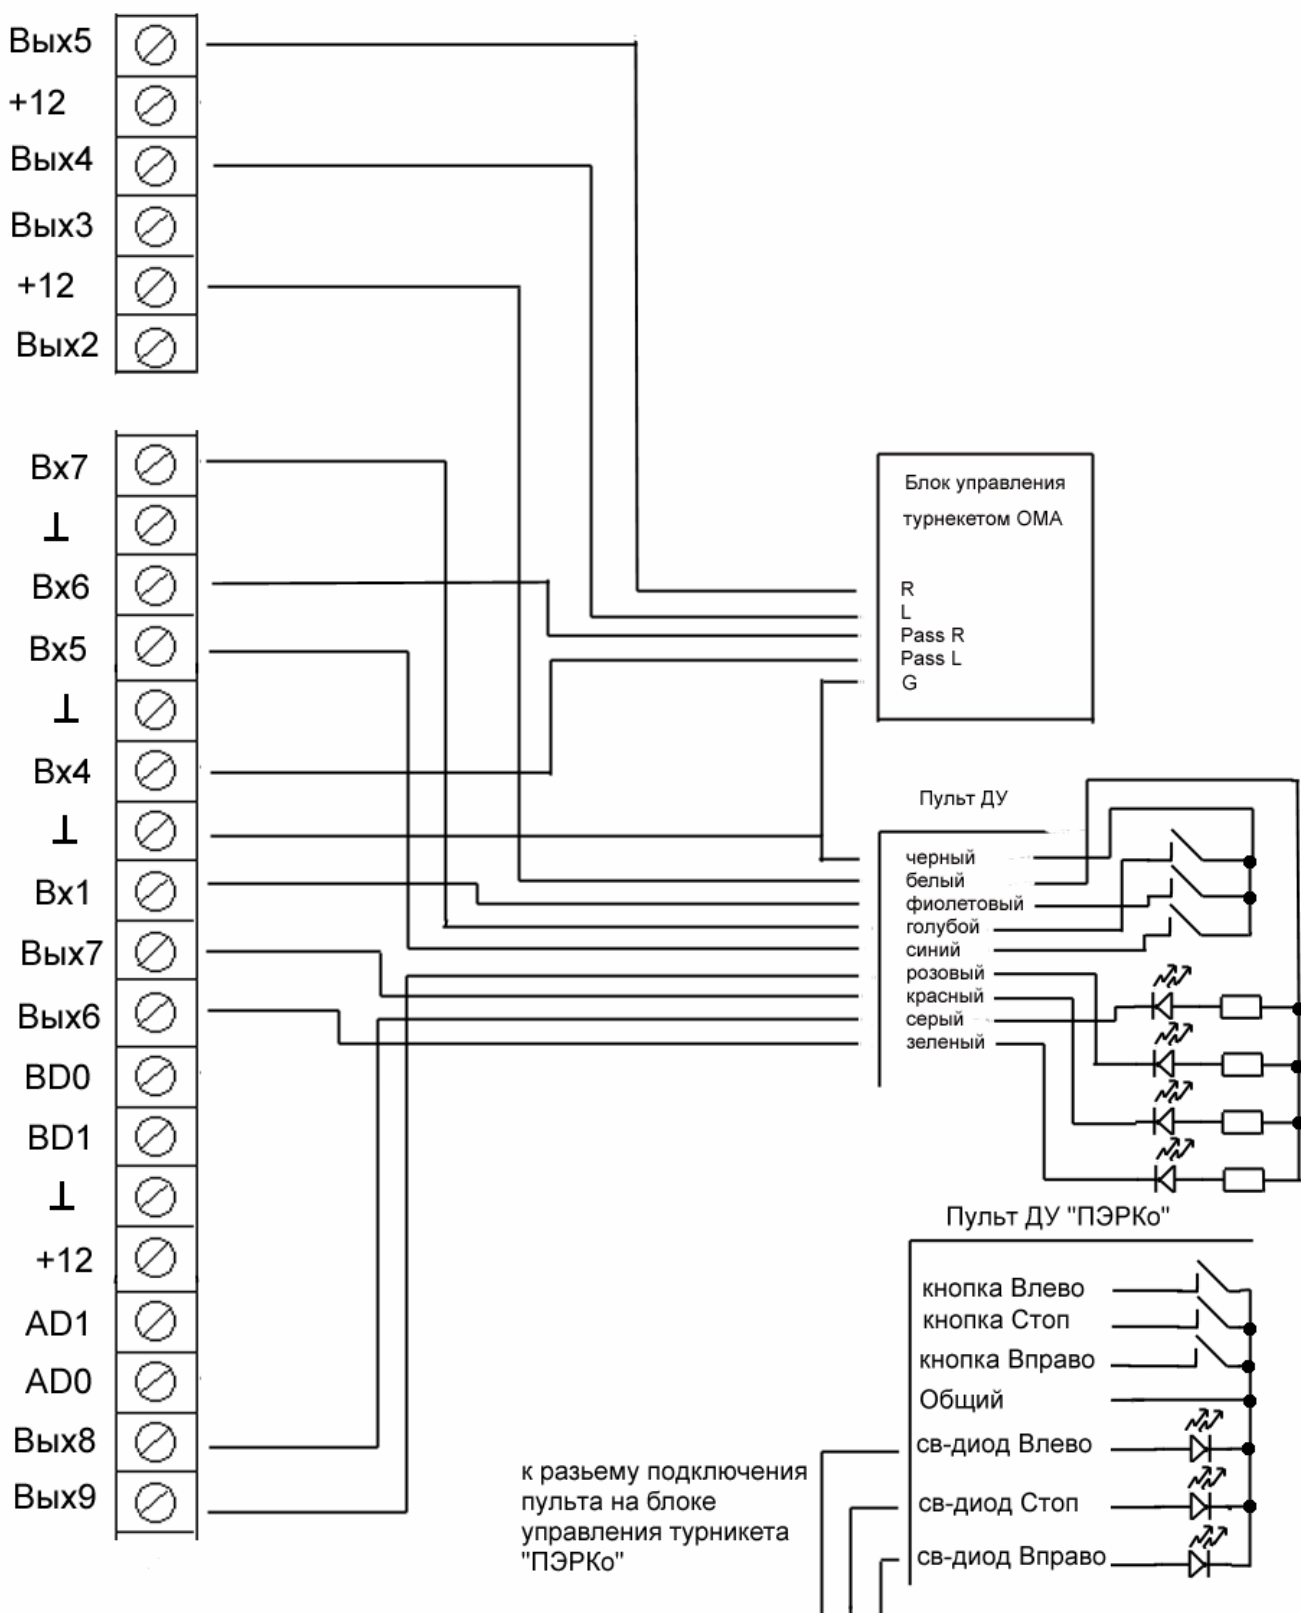
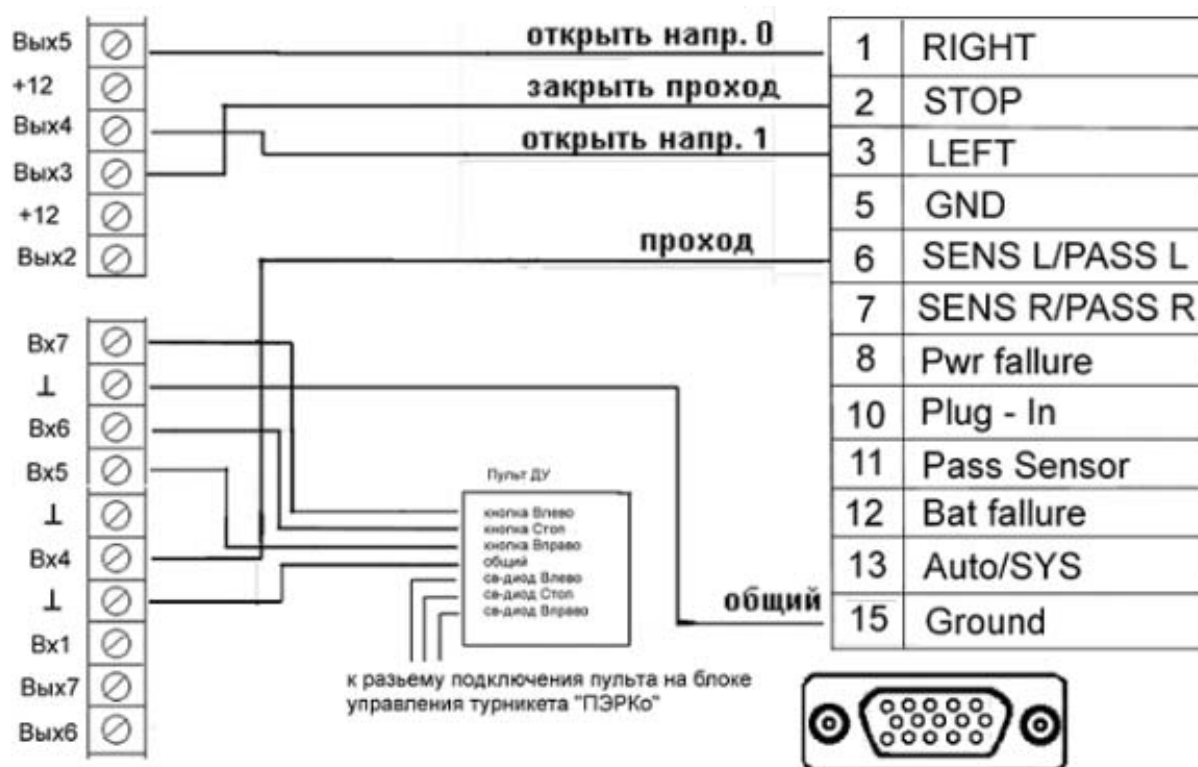

Рис.5 Подключение турникетов фирмы «ОМА» и турникета-трипода ПЭРКо TTR 04.1 к контроллеру
Рис.6 Подключение турникета фирмы ПЭРКо к контроллеру\*
7.9.7 Контроллер может также управлять исполнительными устройствами типа турникет-трипод, калитка, роторный турникет, шлагбаум и т.п. При подключении этих устройств необходимо учитывать их специфические возможности. В данной инструкции приводится рекомендуемая схема подключения турникета фирмы ОМА (см. рис.5) и схема подключения турникета - трипода фирмы ПЭРКо (см. рис.6). ПО позволяет установить predetermined конфигурацию и для турникетов других производителей. При подключении турникета рекомендуется выбрать predetermined конфигурацию, внимательно изучить рекомендуемое распределение входов и выходов, прочитать комментарии и произвести подключение.